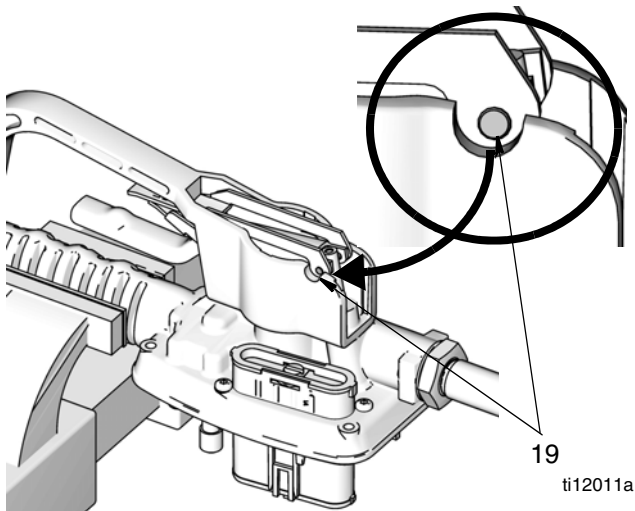
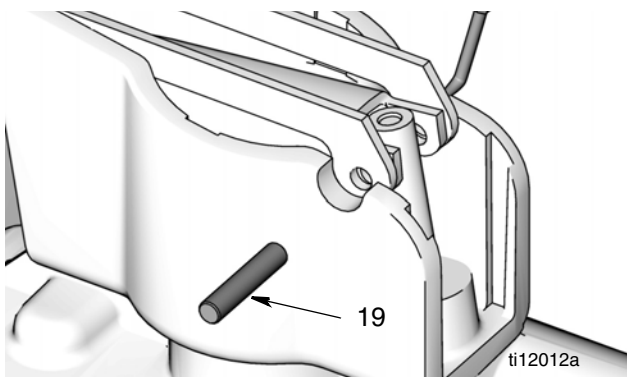

FIG. 38
FIG. 39
10. Coloque el contador en una prensa tal como se muestra en FIG. 38. Utilice la nueva varilla de activación de su kit (2) o una espiga o varilla no metálica para empujar la varilla de activación a través de la carcasa del contador (FIG. 38 y FIG. 39) lo suficientemente lejos como para llegar a la clavija (19) que mantiene juntos el gatillo y la varilla de activación.
11. Utilice un palillo para sacar la clavija (19) (FIG. 39).